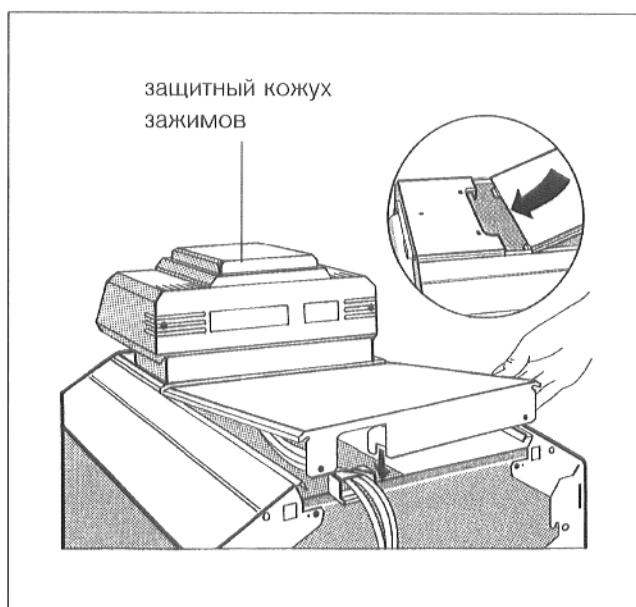

Рис. 21
- привинтить защитный кожух зажимов к регулятору (рис. 21).
- вставить задний кожух котла накладками под передний кожух котла и надавить сзади вниз (рис. 21).